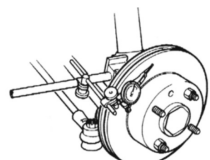

Fig. 5
10. Contrôler le "voilage" du disque en utilisant un comparateur à cadran et en mesurant la surface du disque à 15 mm de l'autre bord du disque, tout en le faisant tourner lentement. En variante, vous pouvez utiliser des jauges d'épaisseur entre le disque et un point fixe (Fig. 5). Le voilage maximum ne doit pas dépasser 0,15 mm. Si vous enregistrez une valeur plus grande, contrôlez à nouveau les repères 7 et 8 et, si à possible, tournez le disque sur la bride de montage 180 degrés.
10. Verificare l'eccentricità dei dischi dei freni con un comparatore a quadrante; la misurazione avviene a una distanza di 15 mm dal bordo esterno del disco, mentre il disco del freno viene ruotato lentamente. In assenza di comparatore a quadrante, ci si può altresì avvalere di un calibro di regolazione tra un punto fisso e il disco del freno (Fig. 5). Il valore massimo del gioco radiale non dovrebbe superare 0,15 mm. Se si osserva un valore maggiore, tornare ai punti 7 e 8 e ruotare di 180° il disco del freno sulla flangia di montaggio.
10. Con un reloj comparador, comprobar el "descentramiento" del disco midiendo en la superficie del disco 15 mm desde el borde exterior del mismo, mientras se gira lentamente el disco. Otro sistema es utilizar galgas de espesores entre un punto fijo y el disco (Fig. 5). El "descentramiento" máximo del disco no debe ser superior a 0,15 mm. Si se obtiene una lectura mayor, volver a comprobar los puntos 7 o 8 anteriores y, si es posible, girar el disco 180 grados sobre la brida de montaje.